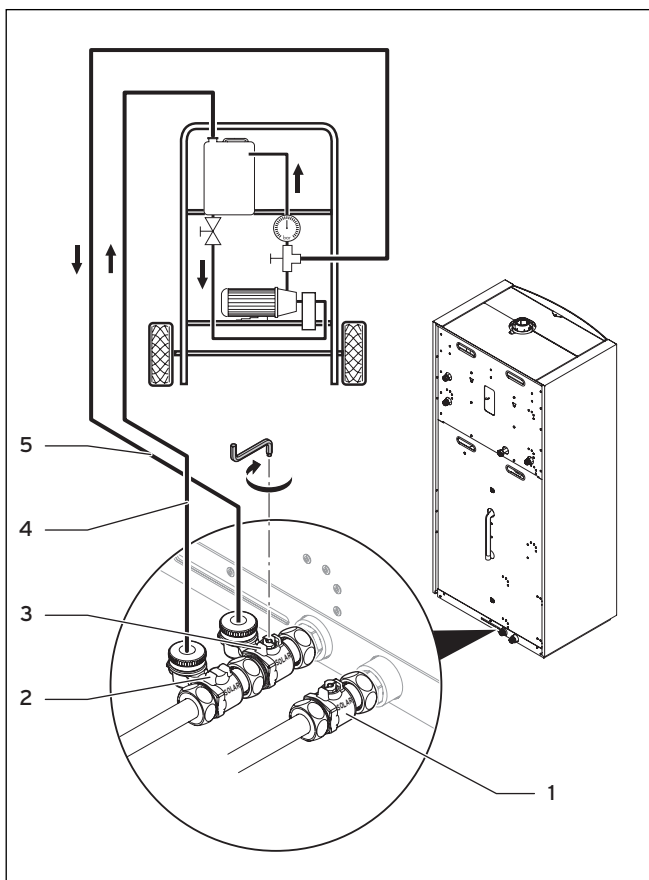

Abb. 7.27 Befüllschläuche und Wartungshähne an der zeoTHERM
- Stellen Sie sicher, dass die Absperrvorrichtung im Solaraustritt der zeoTHERM (1) offen ist (→ **Abb. 7.27**).
- Schließen Sie die Absperrvorrichtung (3) am ersten Wartungshahn des Solareintritts direkt hinter der zeoTHERM (→ **Abb. 7.27**).
- Schließen Sie den Druckschlauch (5) der Befülleinrichtung am ersten Wartungshahn (3) des Soleeintritts direkt hinter der zeoTHERM an (→ **Abb. 7.27**).
- Schließen Sie den Rücklaufschlauch (4) der Befülleinrichtung am zweiten Wartungshahn (2) des Solareintritts (näher zur Solarstation) an.